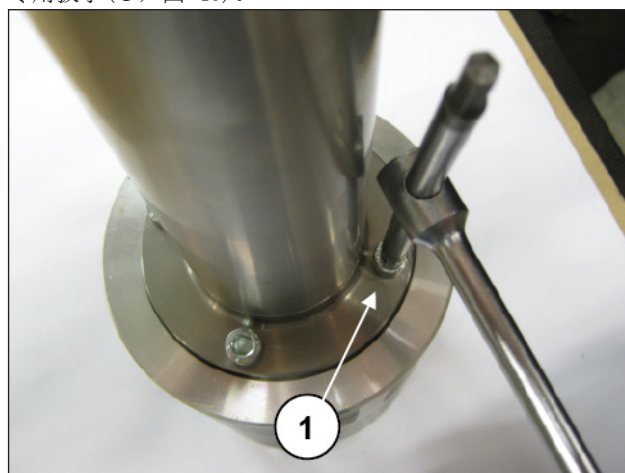

图 46
要将杆与柱塞导承分开，必须拧松圆柱头螺栓M6，可使用专用扳手 (①，图 46)。